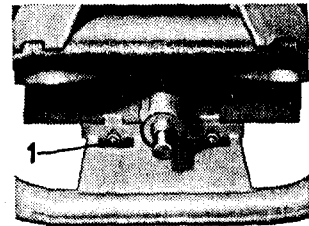
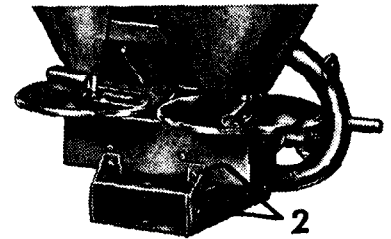

Abb. 10
Abb. 11
- Vordere zwei Getriebebefestigungsschrauben (s. Abb. 10/1) lösen und hintere Getriebehalter (Abb. 11/2) abschrauben. Getriebe abnehmen!